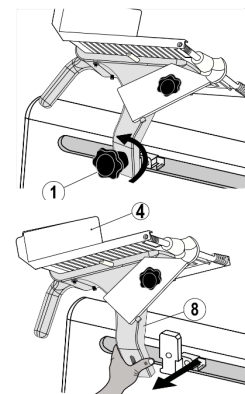

FIG 7 DESENSAMBLE DEL CARRO
1. Sostenga el pisón (15) y gira la perilla del soporte de carro (1) en contra de las manecillas del reloj (Ver Fig. 7).
2. Inspeccione el área de contacto entre el porta-carro (8) y el carro (4) y la parte del pisón con la superficie dentada. Las superficies de contacto de los componentes mencionados no deben tener espacios. Los empaques y uniones no deberán estar quebrados, ausentes o despegados; con el fin de evitar la proliferación de bacterias.
3. Limpie completamente y remueva todos los sobrantes de comida especialmente de la barra de deslizamiento del carro (16) y del pisón (15). Aplique aceite mineral grado alimenticio (FDA) sobre toda la superficie de la barra (pregunte a su distribuidor autorizado)